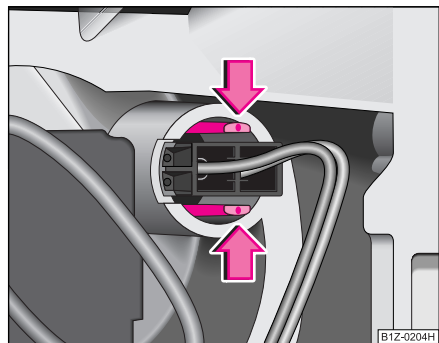

Fig. 218 Desmontaje de la bombilla para luz de posición
- Presione las lengüetas en el sentido de la flecha y saque el portalámparas con bombilla de la luz de posición ⇒ fig. 218.